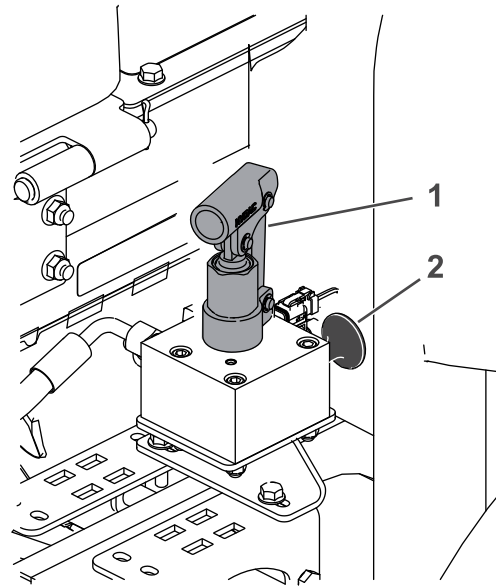

Bild 63
4. Suchen Sie den Bremslöseverteiler in der Nähe des rechten Vorderrads und hinter dem Hydraulikölbehälter (Bild 63).